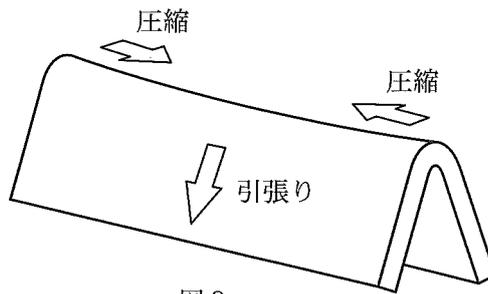

図3
- (1) (a) 加工は、材料の変形に対する抵抗力が少なく、加工硬化が起きにくい。
- (2) 回転する二つのロールの間に材料を通し、材料の断面形状を変形させる加工を (b) という。
- (3) 板材から、継ぎ目のない容器のような形状を作る加工を (c) 加工といい、アルミ缶はこの方法で作られることが多い。
- (4) ラムを使って大きな力を加えた材料をダイスの穴に通し、穴の形状と同じ断面の棒材をつくる方法を (d) という。
- (5) 板材を曲げ加工すると、材料の外側に図3のような引っ張り力と圧縮力が働く。これらの力の影響で加工部分に生じる変形を (e) という。